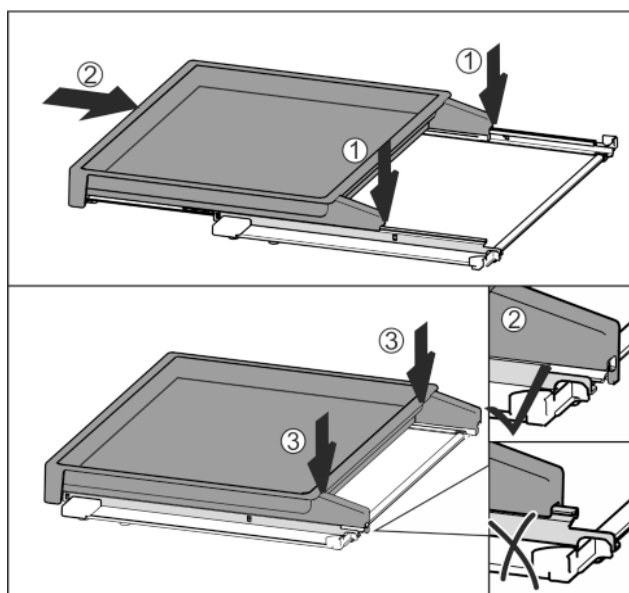

Fig. 38
- ▶ Nasaďte uprostřed na kolejničky Fig. 38 (1).
- ▶ Vysouvací přihrádku zcela zasuňte Fig. 38 (2).
- ▶ Zatlačte pak na zadní straně, až slyšitelně zacvakne Fig. 38 (3).